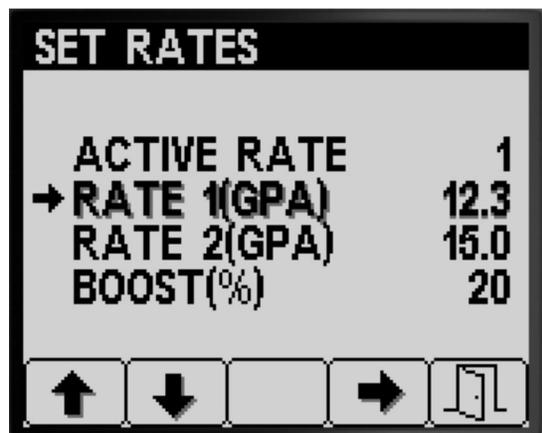

图 6
1. 按 1 号或 2 号按钮导航至 RATE 1 喷洒率 1 或 RATE 2 喷洒率 2 选项图 6。
2. 按 4 号按钮选择打药机 RATE 喷洒率 选项图 6。